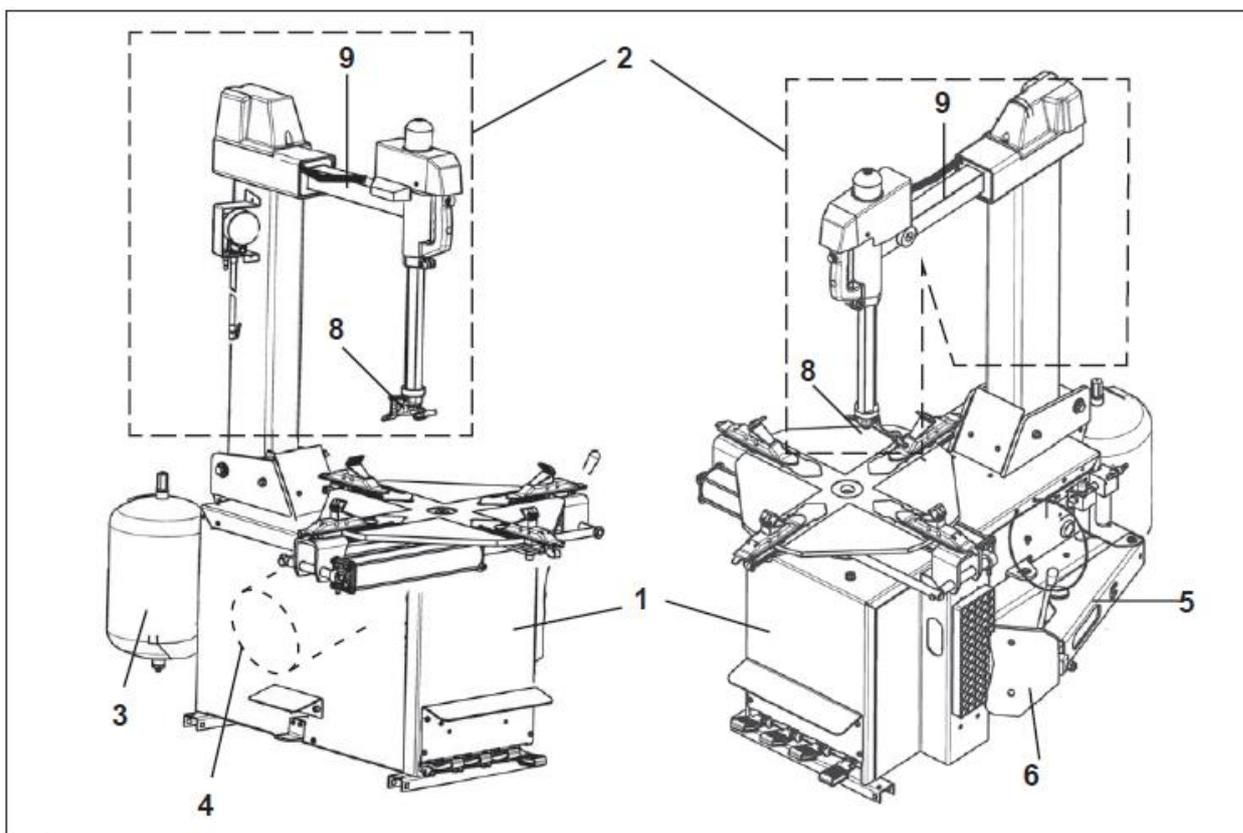

Рис. 4
Стенд обычно упаковывается на коробке-паллете, и состоит из следующих основных блоков (рис. 4):
- b) Распакуйте стойку 2 (рис. 4) и поставьте её вертикально на станке;
- ф) Вставьте рычаг 10 (рис.4) на раму станка. Закрепите рычаг с помощью болта 13 и шайбы 14.
- г) На отжимном цилиндре в сборе 2 (рис.4) установить амортизатор 15 на шток 3. Установить пружину 16 на шток 3. Вставьте стержень в специальное отверстие 17 на рычаге отжима 10, установите шайбу 18 и самоконтрящуюся гайку 19 на шток.
- i) Установите «лопату» отжима 21 (рис.4) на конце рычага; установите шайбу 22 внутри E. Закрепите «лопату» отжима 21 на рычаге с помощью винта 23, шайбы 24 и гайки 25.